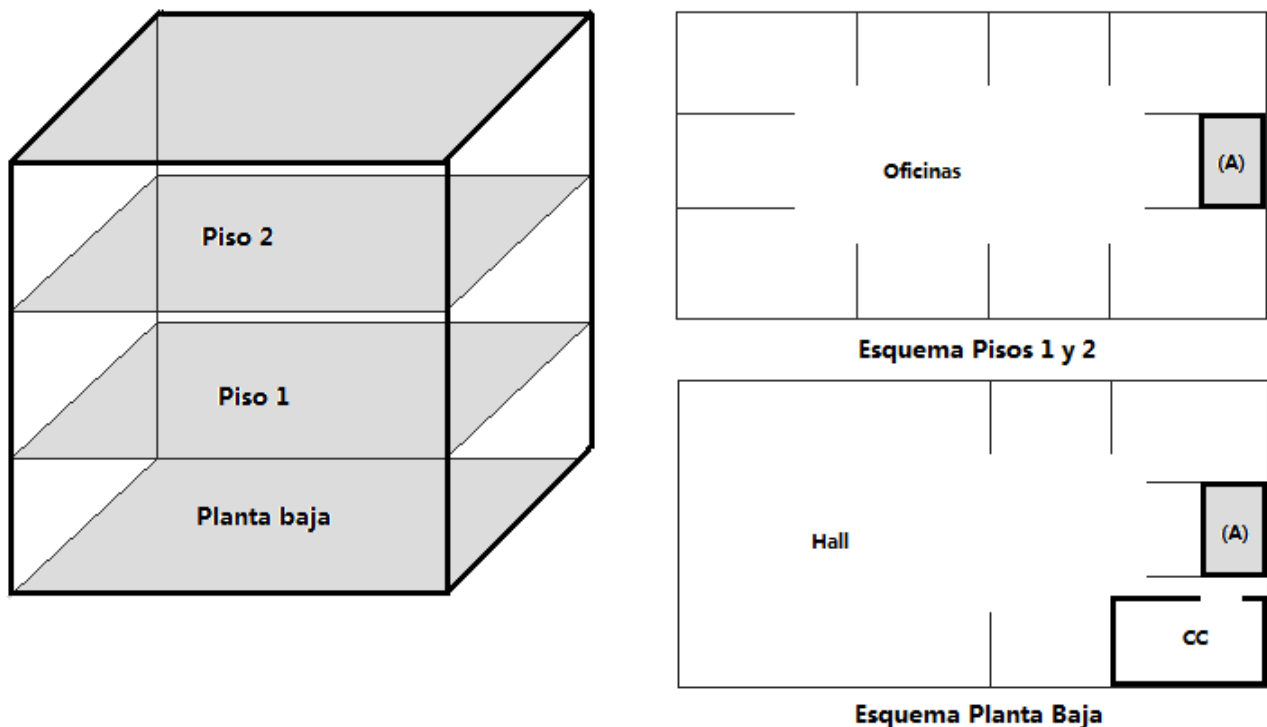

Figura 1 – Esquema del edificio a cablear
Este trabajo práctico consiste en proponer una solución de cableado estructurado que considere tanto los componentes pasivos como activos de la red (incluyendo canalizaciones). Se requiere cablear el edificio de la Figura 1 (izquierda) en el cual la planta baja consta de un hall principal, algunos cuartos y los ascensores (A). Los pisos 1 y 2 son todos de oficinas (Figura 1, derecha arriba).